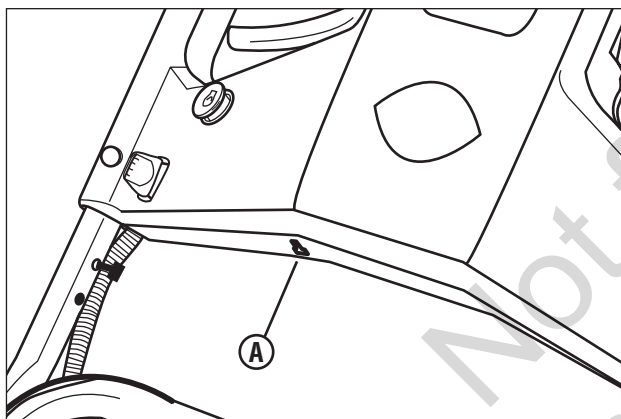

Figure 11 : Point d'accès de recharge de la batterie
1. À l'aide du chargeur fourni, brancher le connecteur du chargeur dans le point d'accès de recharge de la batterie (**A, Figure 11**). Brancher le chargeur dans une prise murale et recharger la batterie pendant 12 à 24 heures. (Des périodes plus longues n'endommageront pas la batterie.)